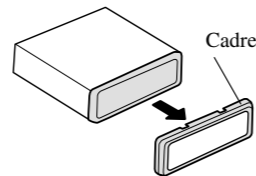
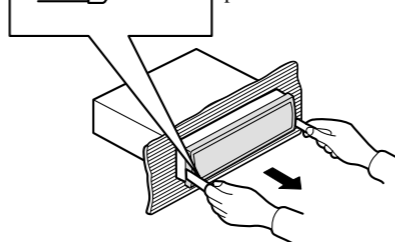

Fig. 10
Fig. 11
**Dépose de l'unité (Fig. 10) (Fig. 11)**